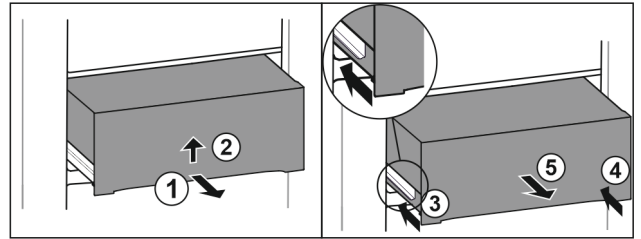

Fig. 64
- ▶ Extraiga el cajón hasta la mitad. Fig. 64 (1)
- ▶ Levante el cajón por la parte de abajo Fig. 64 (2).
- ▶ Retraiga la guía izquierda. Fig. 64 (3)
- ▶ Retraiga la guía derecha. Fig. 64 (4)
- ▶ Extraiga el cajón hacia delante. Fig. 64 (5)